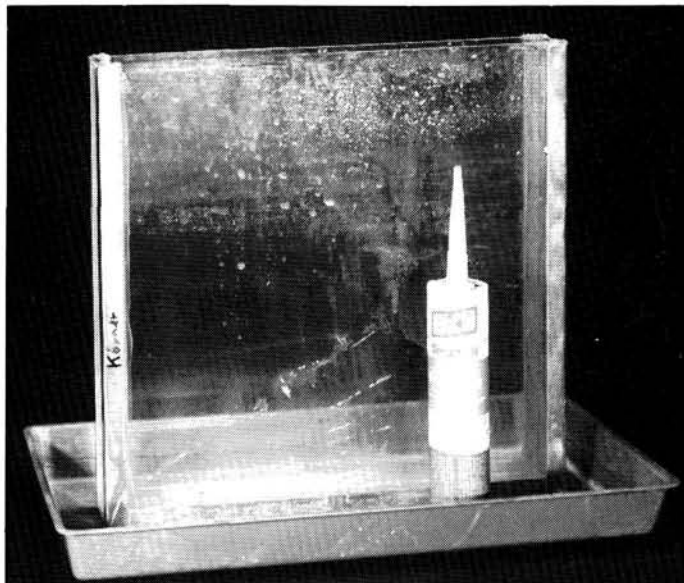
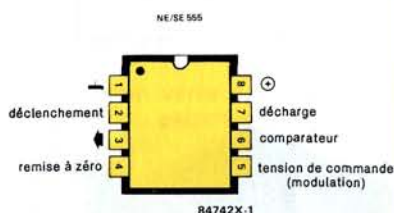

Figure 2 - La cuve complètement assemblée et presque prête pour la gravure.
Figure 1 - Pour mémoire, le brochage du temporisateur 555.
Nous sommes arrivés à l'aquariophilie et nous n'allons pas la quitter de sitôt, car la pompe aussi est une pompe d'aquarium. L'air qu'elle débite sera diffusé par un tube de matière plastique fixé à la plaque de fond de la cuve (**figure 1**). Le tube sera obturé à un bout par un peu de colle, et perforé, avec un fil de fer chaud, de trous de 1 mm de diamètre ou moins. L'autre extrémité sortira du bac pour être raccordée à la pompe. Le fond une fois préparé, l'assemblage de la cuve peut continuer. Les **figures 2 et 4** donnent une idée assez précise de l'aspect que doit avoir l'ensemble. Ou plutôt de l'aspect qu'a le prototype ; l'expérience montre qu'une plaque de fond plus large rend la cuve moins susceptible de se renverser, ce qui n'est pas plus mal.
La figure 1 donne le brochage de notre temporisateur (c'est le mot français pour désigner un *timer*). Selon la manière dont il est monté, ce circuit peut faire office de multivibrateur astable ou monostable. Dans le circuit de la sirène, les deux 555 utilisés sont montés en multivibrateurs astables. Dans ce mode de fonctionnement illustré par la figure 2, il suffit en fait de brancher C1, ainsi que R1 et R2. Dès la mise sous tension, la sortie (broche 3) se met au potentiel de la tension d'alimentation. De son côté, le condensateur C1 se charge à travers R1 et R2. Dès que la différence de potentiel entre les deux armatures de ce condensateur atteint un niveau de l'ordre des deux tiers de la tension d'alimentation, la sortie du temporisateur bascule et passe à 0 V, tandis que C1 se décharge à travers R2 et une partie du circuit in-
**Figure 2 - Rappel du schéma-type du 555 monté en multivibrateur astable. Le circuit intégré se charge de décharger C1 à travers sa broche 7 (et R2) après lui avoir permis de se charger à travers R1 et R2. On peut appliquer sur la broche 5 une tension de commande pour moduler la fréquence du signal issu de la broche 3. La durée de la charge de C1 est obtenue en multipliant la somme des valeurs des deux résistances par la capacité du condensateur et par 0,7. La durée de la décharge est le produit de la valeur de la résistance R2 par la capacité du condensateur et par 0,7. La durée totale de la période du signal de sortie est égal à la somme de la durée de charge et de décharge.**